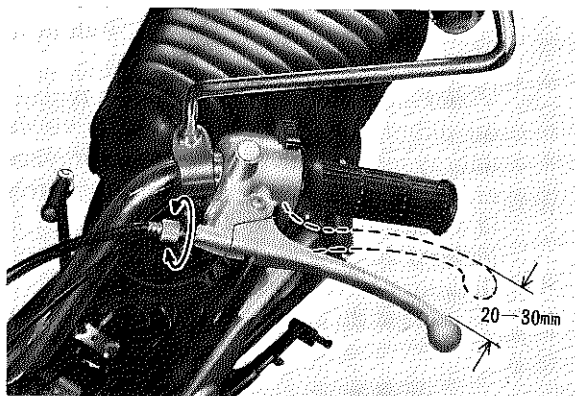

Fig. 2-3-16
- c. Turn the length adjuster either in or out until proper lever freeplay is achieved. (Fig. 2-3-16)
- c. Tourner la vis de réglage du câble de manière à obtenir un jeu correct au levier d'embrayage (Fig. 2-3-16)
- c. Seileinsteller ein- oder ausdrehen, bis das richtige Hebelspiel erreicht ist. (Fig. 2-3-16)